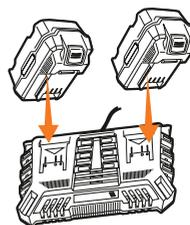

Рис. 4
- Включите в сеть зарядное устройство, при этом на нем загорится индикатор зеленым светом, вставьте аккумуляторы в зарядное устройство (Рис. 4).